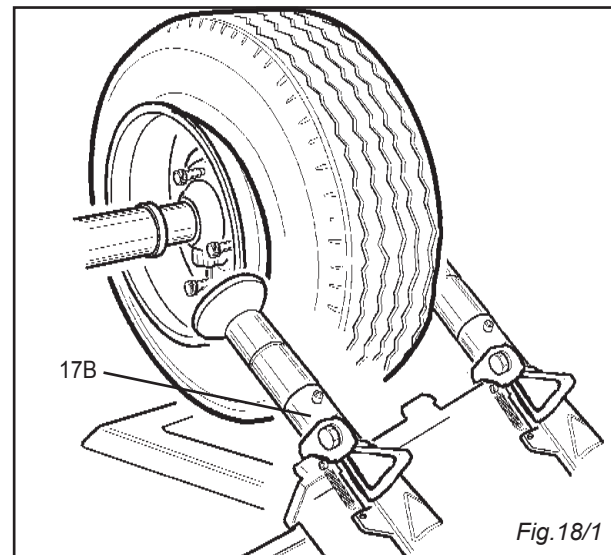

Fig. 18/1
7) Agendo sulle leve (3) (4) fare in modo che il rullo di smontaggio del braccio dalla parte interna (17B) si posizioni in prossimità del bordo del cerchione.(Fig. 18/1)
8) Far ruotare la ruota e contemporaneamente fare avanzare il rullo del braccio porta-utensili (17B) a brevi scatti. (Fig. 18/1)
- 7) By means of levers (3) and (4) let the inside roller tool (17B) position itself close to the rim edge (fig.18/1)
- 8) Let the wheel turn and, at the same time, let the roller move forwards at brief steps. (fig. 18/1)
- 7) Actionner les leviers (3) (4) de sorte que le rouleau intérieur de démontage (17B) se positionne près du bord de la jante (fig. 18/1)
- 8) Faire tourner la roue et, en même temps, faire avancer le rouleau (17B) par petites saccades (Fig. 18/1).
- 7) Hebel (3) (4) betätigen, um inneren Rollenwerkzeug (17B) an den Felgenreand zu rücken (Abb.18/1)
- 8) Das Rad in Drehung versetzen und gleichzeitig das Rollenwerkzeug (17B) leicht stoßweise vorrücken lassen (Abb.18/1)